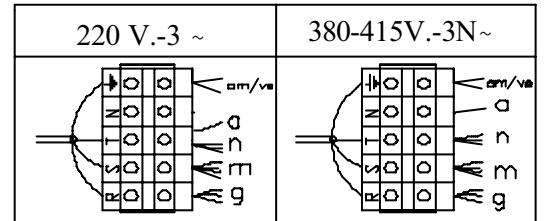

Fig.6
- Acceder a la regleta de conexiones (E), (Fig. 1 y 6), desmontando el Panel frontal (Fig. 1). Conectar la manguera en la regleta señalada con las letras RSTN o (L1, L2, L3) según Fig. 6.